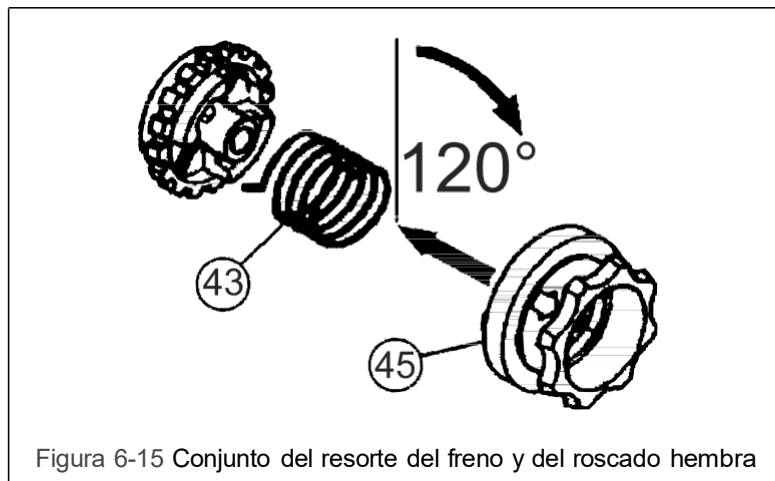

Figura 6-15 Conjunto del resorte del freno y del roscado hembra
- 3) Mientras se sostiene con firmeza la cadena de carga del lado del gancho para evitar que gire la polea de carga (19), de vuelta al conjunto de la perilla de la cadena libre (45) 120° en el sentido de las manecillas del reloj mientras se presiona ligeramente sobre el roscado hembra (33). Consulte la Figura 6-15. A medida que se da vuelta a la perilla de la cadena libre, las partes para la leva de la guía de la leva (44) se ajustan dentro de las ranuras de la perilla de la cadena libre.
- 4) Gire la palanca del selector hasta la posición de ascenso o descenso para retener temporalmente la perilla libre (45).